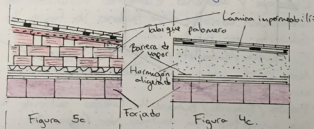

Figura 5c
- Cubierta a la catalana (Cubierta fría) Ver Figura 5c.